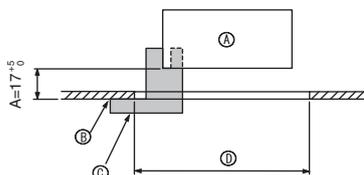
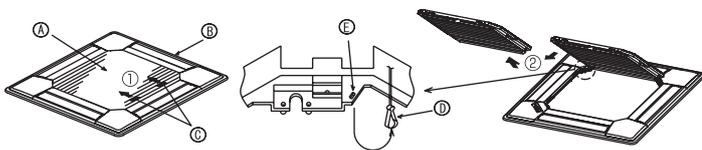
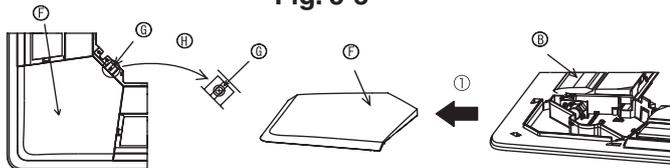

Fig. 5-2
Fig. 5-3
Fig. 5-4
5.2. Vorbereitung zum Anbringen des Gitters (Fig. 5-2)
- Mit der mit diesem Bausatz gelieferten Lehre ③ die Position der Anlage im Verhältnis zur Zimmerdecke überprüfen. Wenn die Anlage im Verhältnis zur Zimmerdecke nicht vorschriftsmäßig in Position gebracht wurde, kann dies zu Luftdurchlässigkeit oder zur Bildung von Kondenswasser führen.
5.2.1. Das Ansauggitter abnehmen (Fig. 5-3)
- Zum Öffnen des Ansauggitters die Hebel in die Richtung, die durch Pfeil ① gekennzeichnet ist, schieben.
- Das Scharnier des Ansauggitters bei geöffnetem Ansauggitter (Position "offen") vom Gitter wie durch Pfeil ② gekennzeichnet, abnehmen.
5.2.2. Die Eckplatte abnehmen (Fig. 5-4)
- Die Schraube von der Ecke der Eckplatte abnehmen. Die Eckplatte wie durch Pfeil ① gekennzeichnet schieben, um so die Eckplatte abzunehmen.
[Fig. 5-3, 5-4]